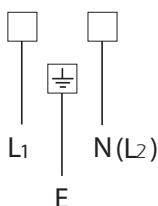

Abbildung 6
- Schließen Sie dann ein geeignetes, neues Kabel an. Beachten Sie dazu bitte das Schaltbild in Abb. 6.